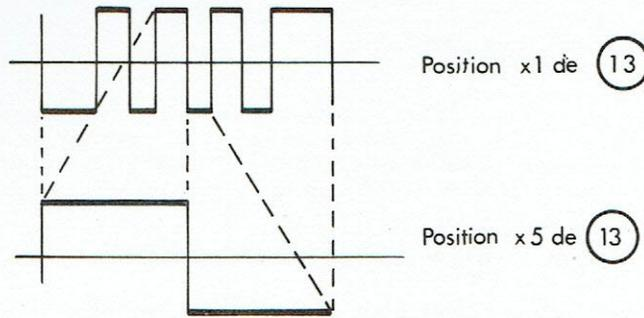

Fig 4
- (7) "MODE DE DECLENCHEMENT". Cinq positions sont prévues sur ce contacteur.
- Lorsque le contacteur d'entrée (21) est sur "=" et (12) sur "Y1 +" ou "Y2 +" (suivant la voie utilisée), le circuit de déclenchement reçoit le signal à observer avec sa composante continue, à laquelle s'ajoute la composante continue de cadrage, ce qui explique un déplacement du point de déclenchement lorsque la commande (22) est utilisée. Rétablir la stabilité de l'image en agissant sur la commande "NIVEAU". Le niveau zéro du point de déclenchement correspond approximativement au niveau de référence repéré sur le réticule pour chacune des traces, soit Y1 ou Y2.
- Lorsque le contacteur (12) est sur "EXT. +" la composante continue du signal de déclenchement est appliquée au circuit de déclenchement.
- 4°/ "LIGNE TV". Permet d'observer les signaux de synchronisation ligne dans un récepteur de télévision, le contacteur (12) étant sur "Y1 +" ou "Y2 +" pour un signal vidéo positif et sur "Y1 -" ou "Y2 -" pour un signal vidéo négatif.
- 5°/ "TRAME TV". Permet l'observation d'une trame TV dans un récepteur de télévision, le contacteur (12) étant sur "Y1 +" ou "Y2 +" pour un signal vidéo positif ou sur "Y1 -" ou "Y2 -" pour un signal vidéo négatif.
- (13) "EXPANSION x 1 x 5". Cette commande permet d'augmenter l'amplitude de la tension de balayage dans le rapport 1 à 5, ce qui a pour effet de dilater la courbe observée symétriquement par rapport au centre de l'écran (Figure 4). Pour l'observation d'une partie intéressante de la courbe, placer cette dernière au centre de l'écran et tourner la commande (13) vers "x 5". La vitesse du balayage indiqué par (9) T/cm est alors multipliée par 5. Donc 1 cm sur l'écran, soit 0,5 cm de part et d'autre du centre est étalé sur 5 cm.